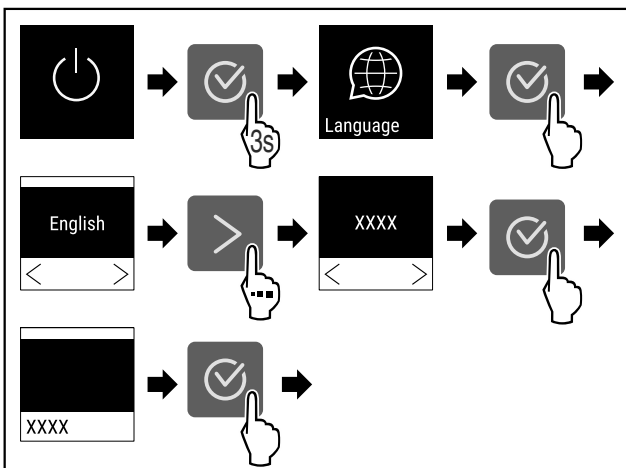

Fig. 53
- Выполните шаги действия, см. Fig. 53